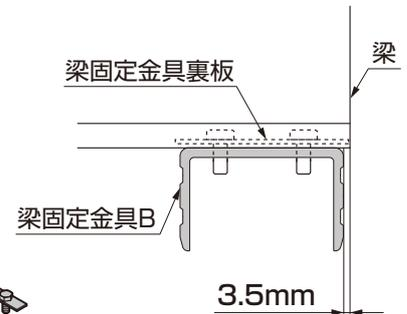

図2-11
- 梁固定金具Bの取付け位置に注意してください。(図2-11参照)
(4) 柱と梁の固定